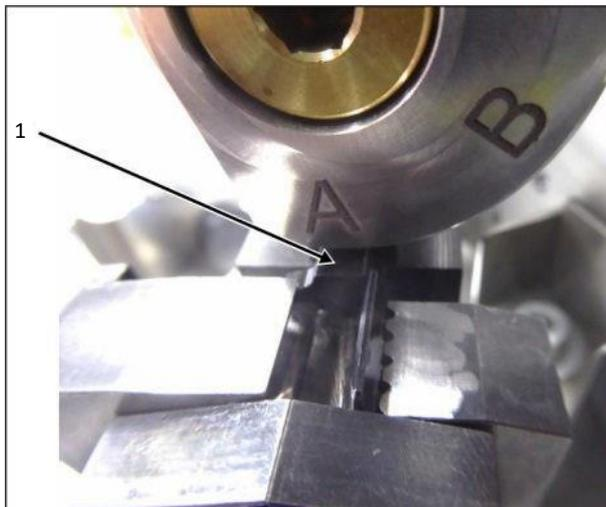

Abb. 18: Hülsenaufagetisch
- Ziehen Sie den Hülsenaufagetisch (Abb. 18, Pos. 1) nach vorne.